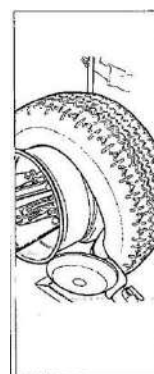

Рисунок 20
- i. Поверните КРЮК на 180° и вставьте его между ободом и бортом (см. Рисунок 20). Перемещайте его до тех пор, пока борт не окажется у края обода (лучше всего это делать при вращающемся колесе).